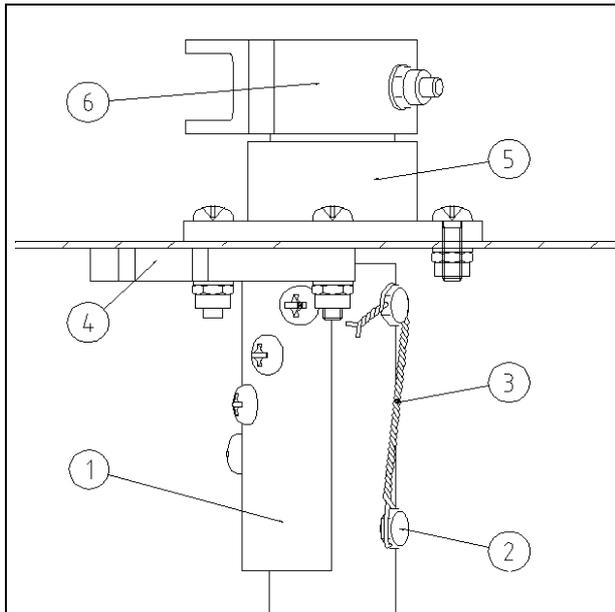

Figura 13
- 5 Riportare il tubo di torsione flaps nella posizione originale, rimontare i particolari smontati precedentemente (Fig.10 part.1-2-3), e montare i particolari 1 (SKRA004/04) e 4 come da figura 13. Eseguire la frenatura.(Fig.13 part.2-3)